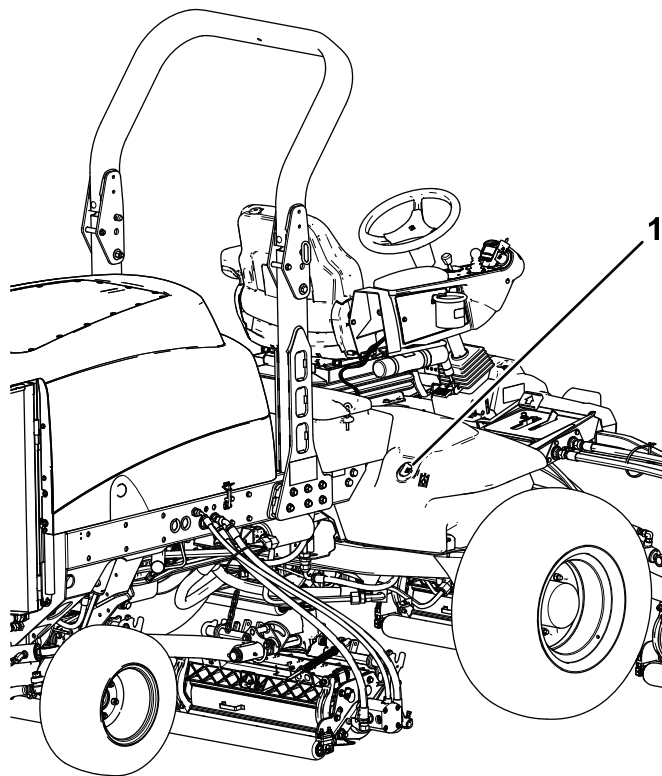

Figura 117
2. Pulite attorno al collo del bocchettone e del tappo del serbatoio idraulico (Figura 117).